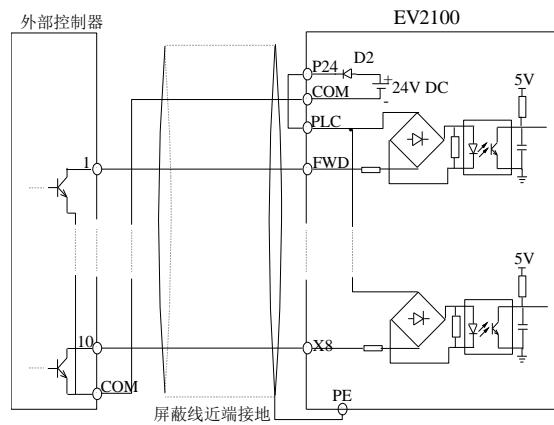

图3-23 使用变频器内部+24V电源的源极连接方式
②使用外部电源, 接线方式见图3-23。(注意去除PLC与P24端子间的连接线)
①使用变频器内部+24V电源, 外部控制器为NPN型的共发射极输出的连接方式, 如图3-23所示。